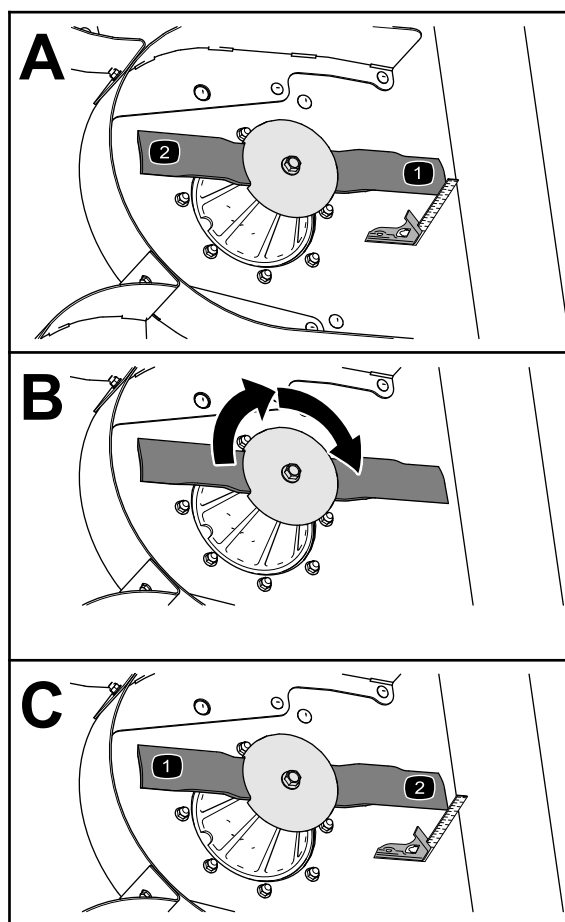

Figura 66
3. Utilize um esquadro para medir a distância entre a área livre da plataforma e a ponta da extremidade de corte (**Figura 66**).
4. Rode a lâmina 180° (**Figura 66**).
5. Meça a distância entre a área livre na plataforma e a ponta da extremidade de corte (**Figura 66**).